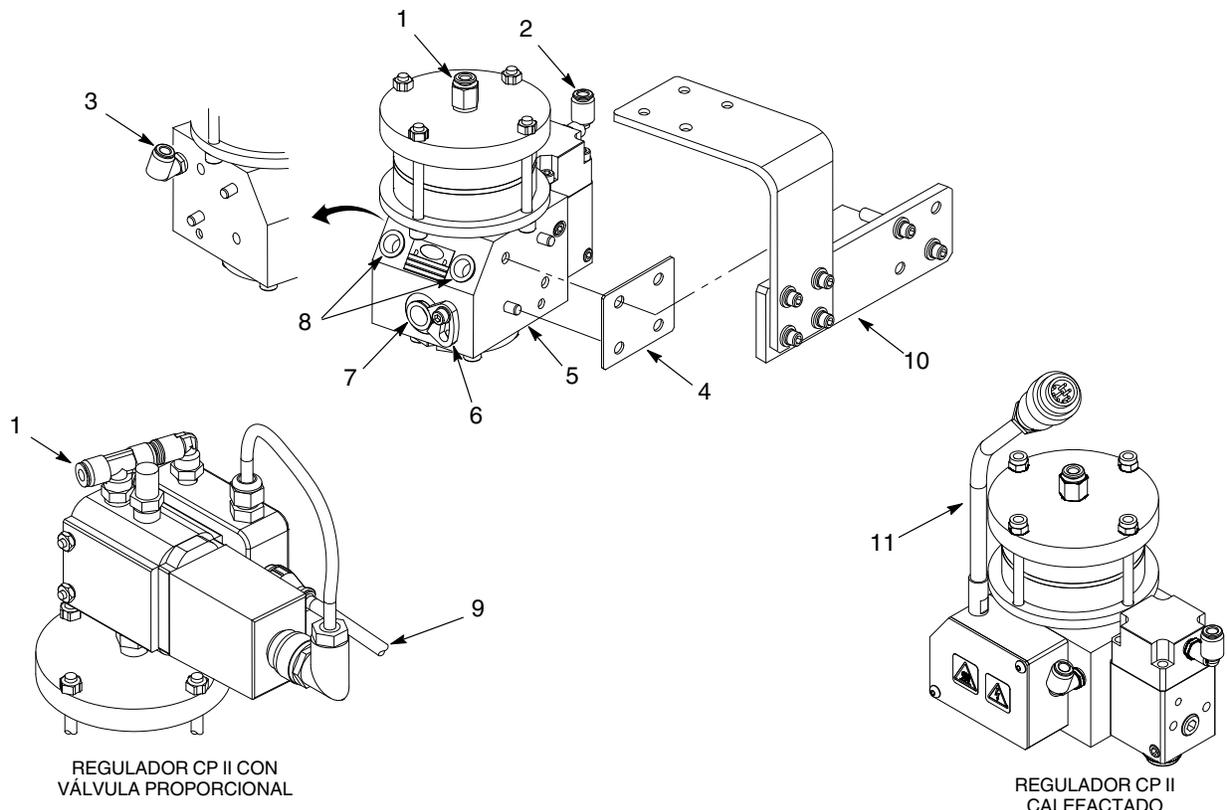

Figura 6 Extracción del regulador CP II del sistema de aplicación
- Ver la figura 6. Llevar a cabo el siguiente procedimiento:
- Racor para la línea de aire de suministro (1)
- Racores de cierre neumático (2) y apertura neumática (3)
- En caso de utilizarse, orificios de suministro para agua de acondicionamiento de la temperatura (8)
- Orificio de línea de material (7)
- Retirar la llave de bloqueo (6) que fija el racor de línea de material. Retirar la línea de material.